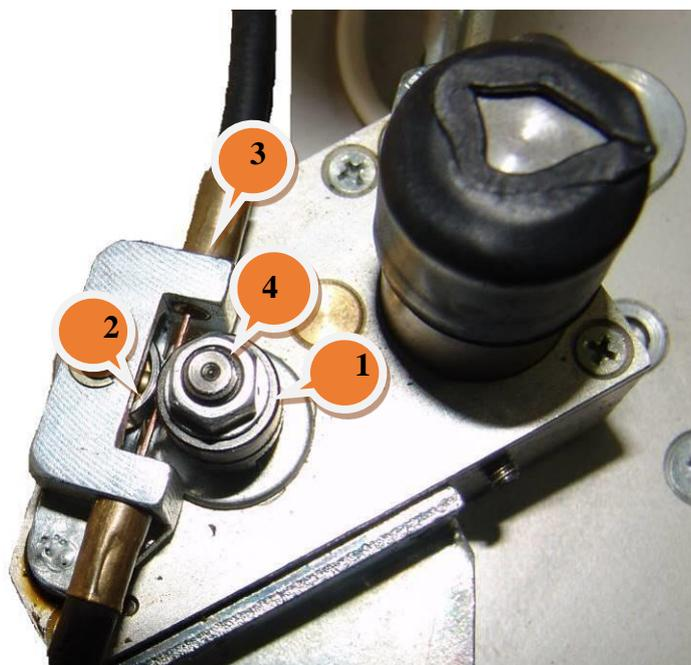
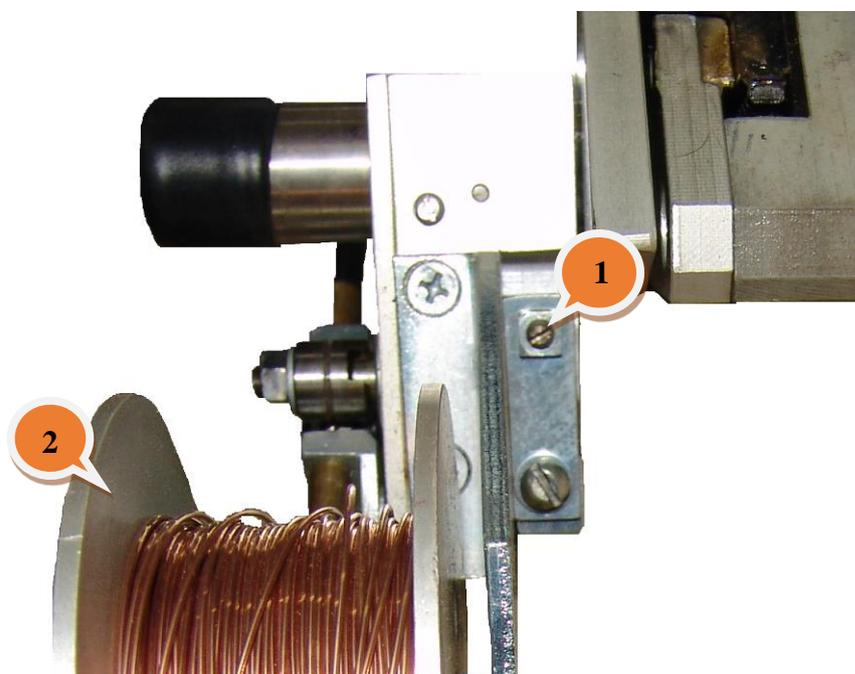

Рисунок 25
Рисунок 26
- ослабить прижимной ролик (поз. 2, рисунок 25) с помощью винта (поз. 1, рисунок 26);
- открутить гайку фиксации ролика подачи проволоки (поз. 4, рисунок 25);
- установить подающий ролик (поз. 1, рисунок 25) и наконечник (поз. 1, рисунок 27) соответствующие диаметру присадочной проволоки;
- на катушке (поз. 2, рисунок 26) освободить конец присадочной проволоки и при помощи бокорезов откусить изогнутую часть проволоки;
- просунуть свободный конец проволоки в канал (поз. 3, рисунок 25) и затянуть прижимной ролик винтом (поз. 1, рисунок 26);
В головках ОКА 18-45 ИД и ОКА 40-80 ИД не задействованы органы управления, связанные с приводом АРНД (поз. 1, 2, 11, рисунок 25) и приводом колебания горелки (поз. 12, 14 – 18, рисунок 25).